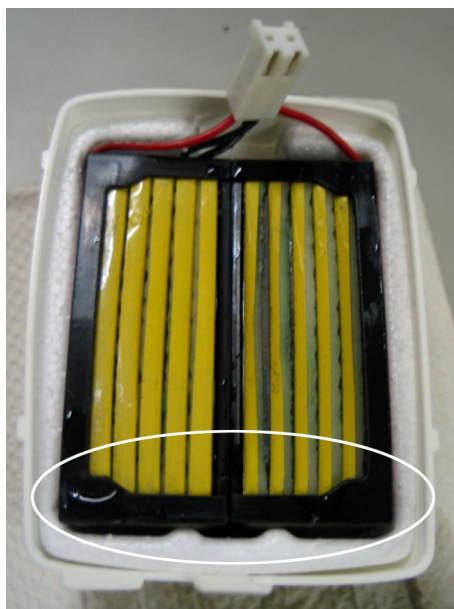

Figure 30 Batterie dans son boîtier, côté recouvert de cire entouré
5. Replacez la batterie dans son boîtier. L'une des extrémités de la batterie est couverte de paraffine afin d'éviter toute fuite. Il s'agit de l'extrémité entourée d'un cercle sur la Figure 30 page 35. Placez la batterie de sorte que l'extrémité couverte de paraffine soient orientée vers les petites projections sur le boîtier.